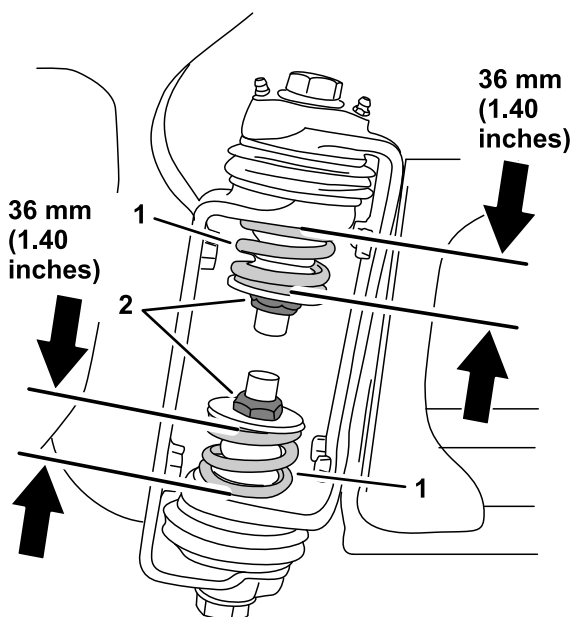

図 6
6. ブームが開いた状態で、ブーム蝶番の部分で上部スプリングと下部スプリングの圧縮状態の長さを測定する(図 6)。